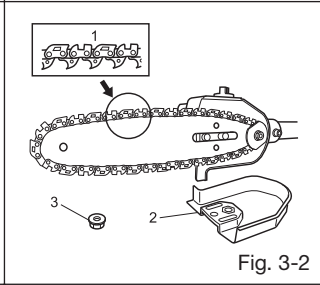

Fig. 3-2
2. Varmista, että lukkotappi (1) osuu putken kohdistusreikään (2), eikä putki irtoa.
3. Kiristä lukkoruuvi huolellisesti (3).
Tukikahvan asentaminen (1) (Fig. 3-2)
1. Irrota kaksi kuusiokoloruuvi (2) vaihteen kotelosta.
2. Kiinnitä tukikahva (1) vaihteeseen irrotetuilla kuusiokoloruuveilla (2). Kiristä sitten kuusiokoloruuvit huolellisesti.
- Slightly move the bar back and forth and make sure the chain tension boss (4) fits into the hole (5) in the bar properly.
2. Confirm the direction of saw chain (1) is correct as in the figure, and align the chain on the sprocket. (Fig. 3-2)
4. Install the side case (2) onto the guide bar clamp bolt. Then fix the clamp nut (3) temporarily. (Fig. 3-2)